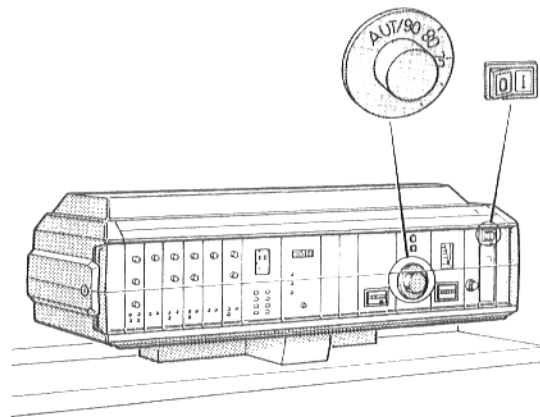

Fig. 30
- Sett driftsbryteren (fig. 30) i stilling I (PÅ).
- Kjelvanns-termostaten (fig. 30) settes på ønsket temperatur. Ved "Ecomatic-regulering" settes den på "AUT".